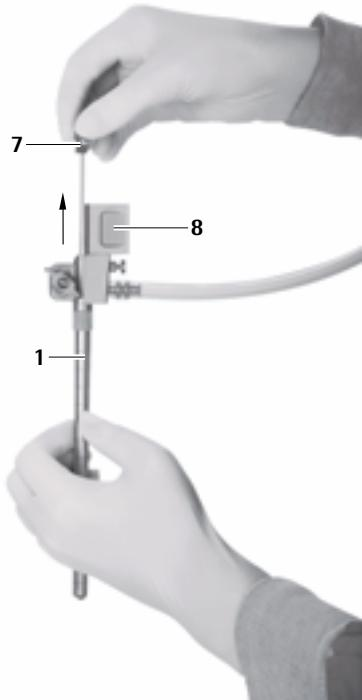

Fig. 9
- Estrarre l'otturatore per canale di lavoro ovale **7** attentamente dal trocar MINOP inVent **1**, vedere Fig. 9.